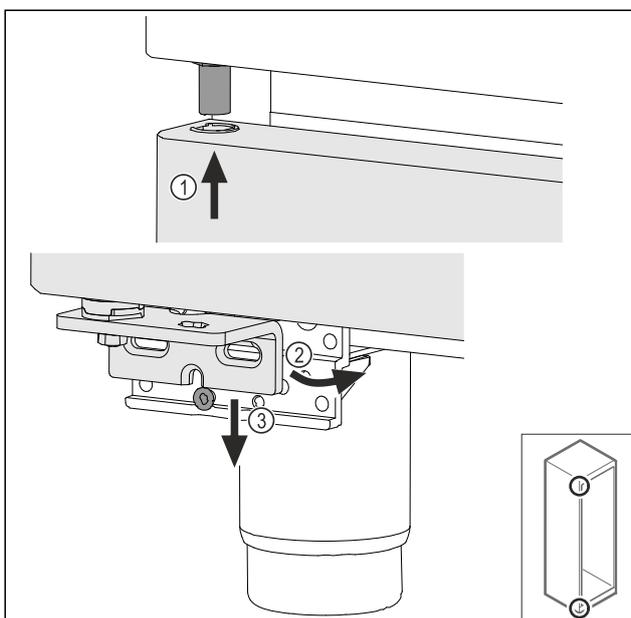

Fig. 45
- Tür leicht gekippt oben einfädeln Fig. 45 (1), Tür gerade ausrichten Fig. 45 (2) und unten auf die Lagerbockschraube Fig. 45 (3) aufsetzen.